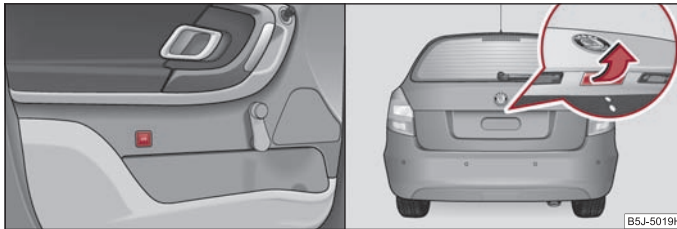

Abb. 28 Gepäckraumklappe entriegeln / Griff der Gepäckraumklappe
- Bei Fahrzeugen ohne Zentralverriegelung drücken Sie die Taste in der Fahrertür → Abb. 28 - links und öffnen Sie die Gepäckraumklappe in Pfeilrichtung → Abb. 28 - rechts.
- Bei Fahrzeugen mit Zentralverriegelung drücken Sie den Handgriff oberhalb des Kennzeichens und öffnen Sie die Gepäckraumklappe in Pfeilrichtung → Abb. 28 - rechts.